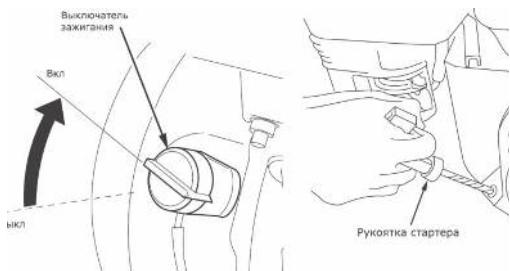

Рис. 10
6. Поставьте выключатель зажигания в положение «Вкл» (Рис. 10).